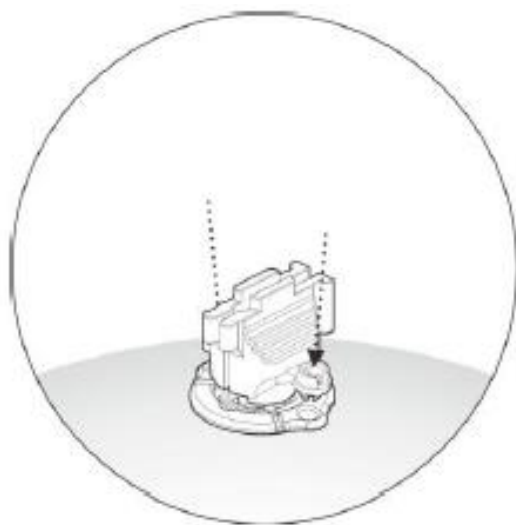

IMAGEN 7: Asegure el anillo del agujero de trépano.
5. Alinee los dos tornillos del soporte de tornillos con los orificios para tornillos del anillo del orificio de la fresa y apriete los tornillos para asegurar el anillo del orificio de la fresa (Imagen 7).